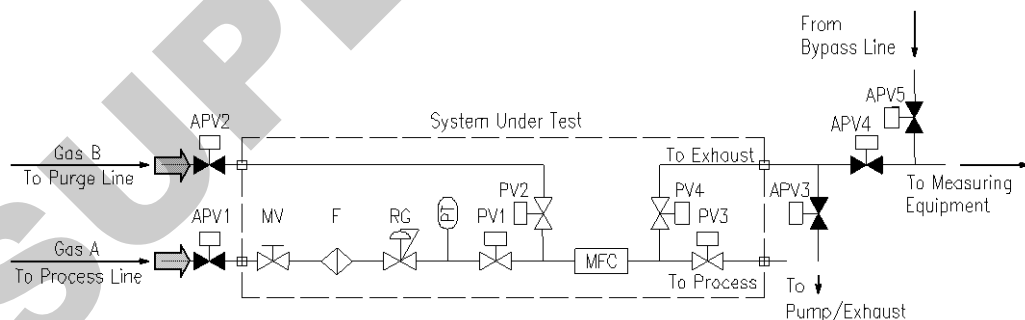

図 2
7.1.1 推奨されるテストフローを図 2 に示す。
にする。ガス A を APV1 の上流側へ供給する。ガス B を APV2 の上流側へ供給する。(図 2 参照)